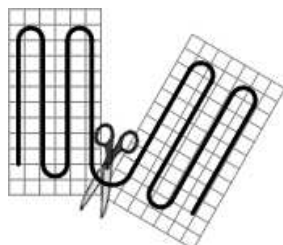

Ilustración 4
- Extienda las esterillas según el plan de colocación. La estera se pega sobre el aislante térmico con la parte recubierta de pegamento hacia abajo. En los puntos de inflexión se debe cortar la red con exactitud, sin dañar el cable de calefacción (véase fig. 4).